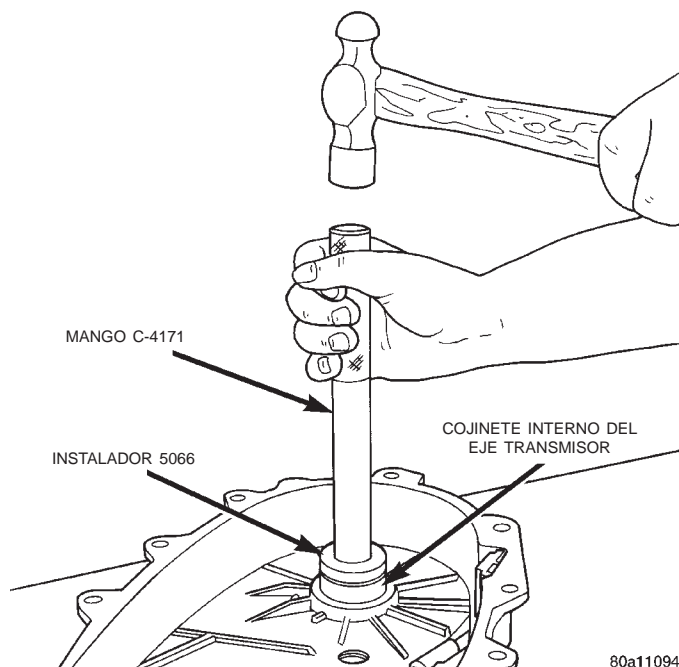

Fig. 58 Instalación del cojinete trasero del eje transmisor delantero
(13) Instale el cojinete nuevo con el mango C-4171 y el instalador 5066 (Fig. 58). Lubrique el cojinete después de la instalación.